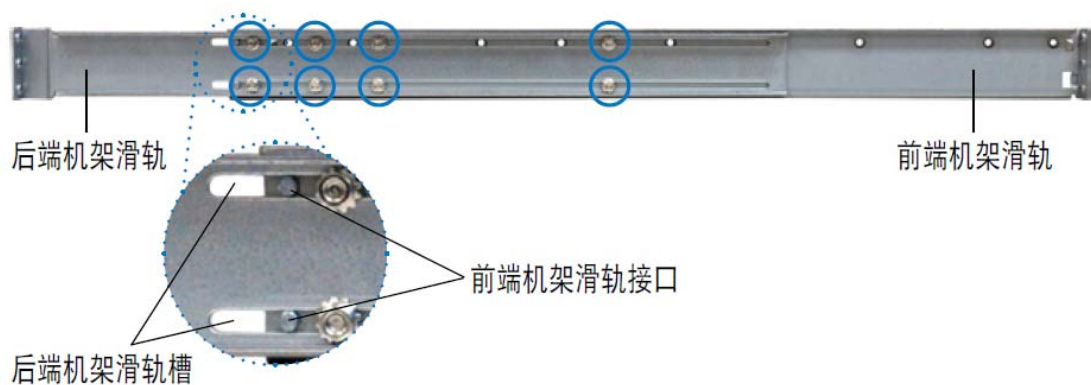

图 1-3
- 1、将两个前端机架滑轨接口装入后端机架滑轨槽中，如图 1-3 所示。
- 2、如图 1-3 所示，将此组滑轨装上 8 颗螺钉与螺母，请先不要完全拧紧，这样还可以在装上存储机柜上，进行微调滑轨间的间距以符合定位。